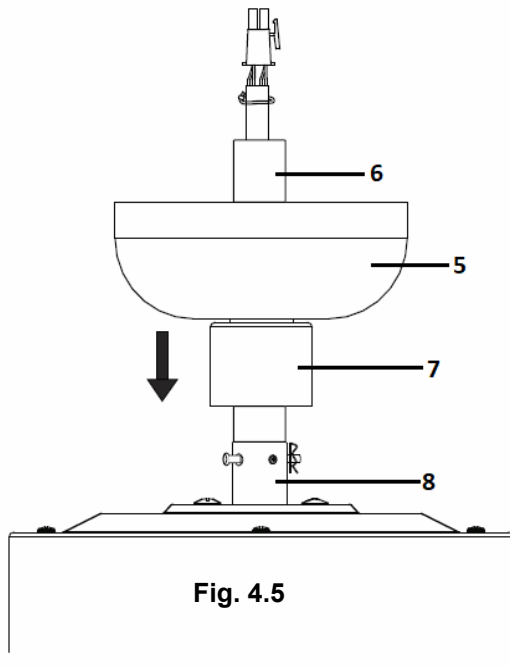
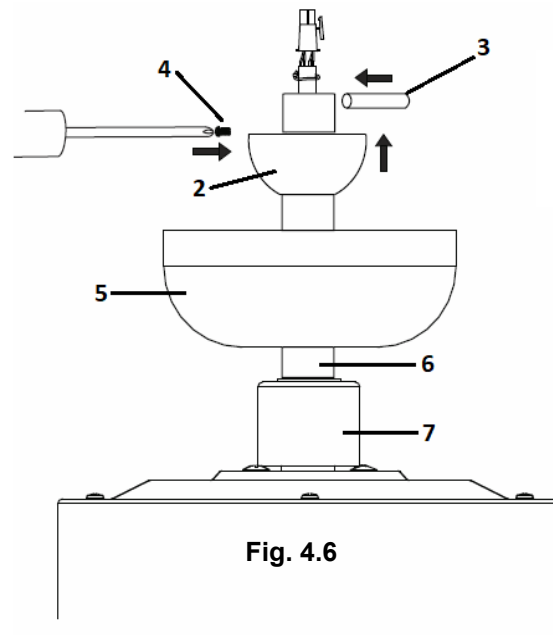

Fig. 4.5
Fig. 4.6
6. Introduzca el embellecedor (7) por la tija (6) para cubrir el tubo de acoplamiento de la tija (8). (Fig. 4.5)
7. Vuelva a instalar el florón (5) sobre la tija (6) y, a continuación, reinstale la junta esférica (2) y el pasador (3) en la tija (6), asegurándolos con el juego de tornillos (4). (Fig. 4.5 y Fig. 4.6)